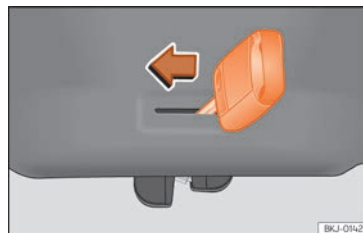

Fig. 101 Detalle del maletero: desbloqueo de emergencia.
- Introduzca el espadín de la llave en la ranura y desplace la llave en el sentido de la flecha hasta que la cerradura se desbloquee »» fig. 101.